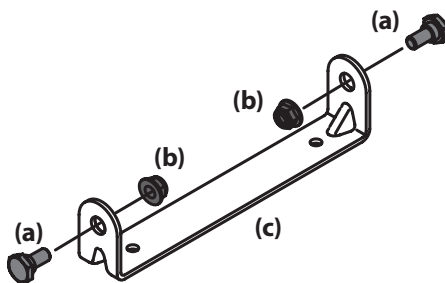

Figura 2-17
1. Extraiga los pernos con reborde (a) y las tuercas de seguridad (b) del soporte de montaje del asiento (c) incluidos en el paquete de elementos de ferretería. Consulte la Figura 2-17.